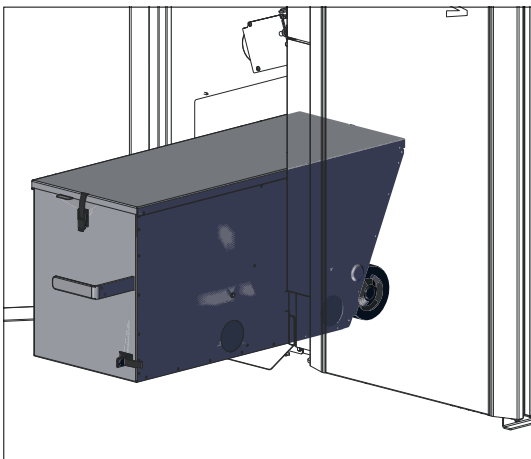

Fig. 123 Aschebox einschieben
- Aschebox einschieben – Fig. 123.